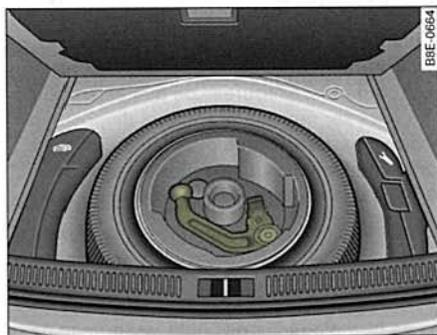

Fig. 194 Maletero: Rueda de repuesto con dispositivo para remolque
- Para vehículos con rueda de repuesto ⇒ fig. 194.